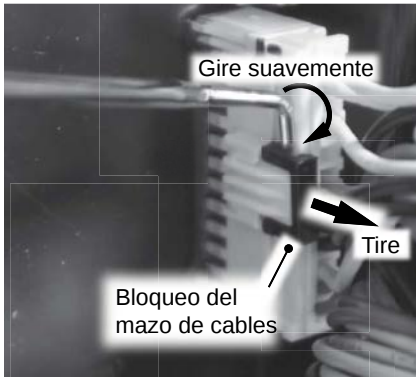

Figura 23 - Retiro del bloqueo del mazo de cables negro.
- 18** En el punto de conexión I, use un pico de junta tórica para aplicar presión en el punto que se muestra en la Figura 23 mientras saca el mazo de cables de la placa. Retire el "retén" y déjelo a un lado en un lugar seguro para volver a instalarlo.